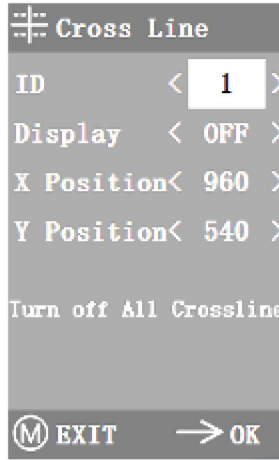

Figure 5-6
- Entrez dans le menu Cross Line, comme illustré à la Figure 5-6. "ID" fait référence au nombre de chaque groupe de lignes croisées. "Affichage" ajuste si le réticule est affiché. "Position X" et "Position Y" ajustent la position du point central du réticule